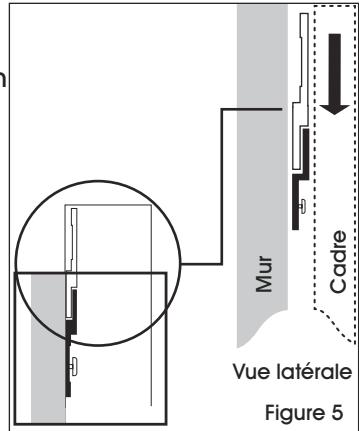

Figure 5
- Abaïsser le tableau sur le dessus des supports de suspension de façon à ce que les supports intégrés dans le cadre supérieur du tableau s'engagent. (Voir Figure 5)